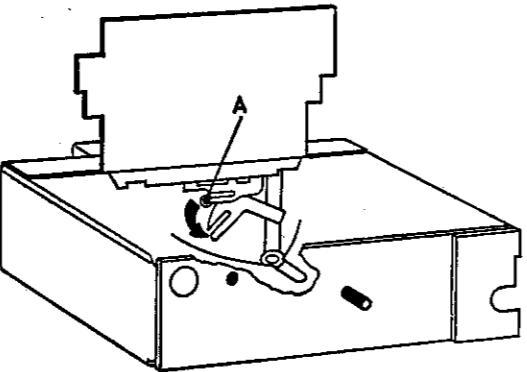

Fig. 5
5.12 Beim Zusammenbau unbedingt darauf achten, daß der Bolzen "A", Fig. 5 in die Führung des Skalenzeigers und der Wellenschalter H 2 in den Mitnehmer einrastet.